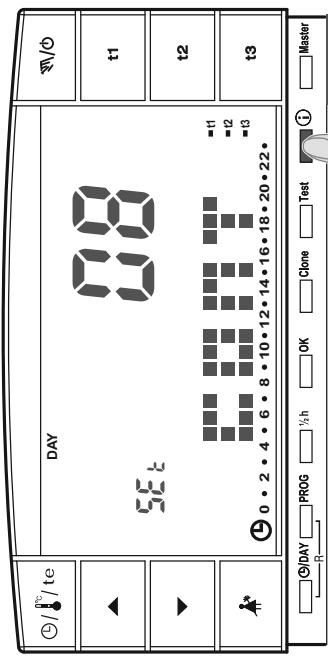

fig. 68
- Desde la pantalla anterior pulsar una vez la tecla ① : en pantalla aparecerá el mensaje **CONT** y el valor de contraste activado, configuración de fábrica **08** (ejemplo fig. 68).